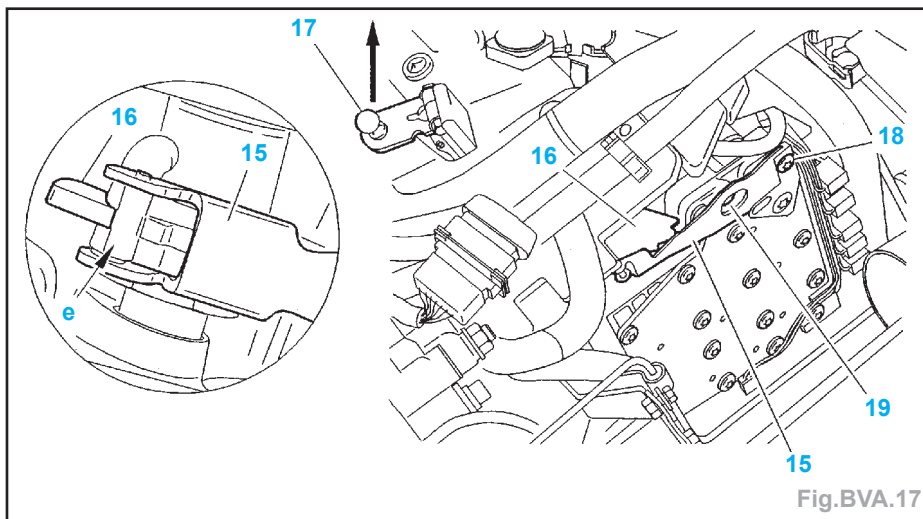
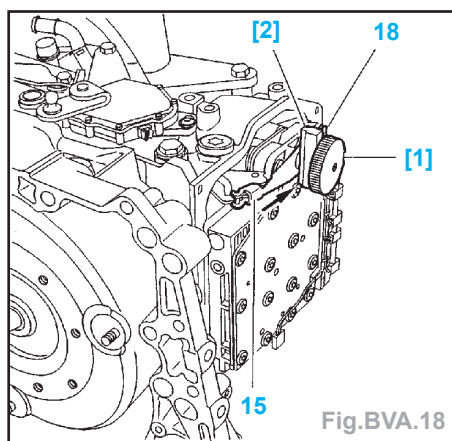

Fig.BVA.17
Fig.BVA.18
Impératif : Amener le levier (17) en position de butée mécanique vers l'arrière du véhicule (flèche). Maintenir ce levier à l'aide d'un collier plastique pendant la procédure de réglage (Fig.BVA.17).
- Desserrer la vis (18).
- Mettre le galet «e» de la lame (15) dans le cran position 2 du secteur cranté (16).
- Déposer la vis (19).
- Mettre l'outil [2] en appui sur la largeur de la lame (15) (Fig.BVA.18).
- Poser l'outil [1] en lieu et place de la vis (19).
- Pousser la lame (15) dans le sens de la flèche et bloquer l'ensemble à l'aide de l'outil [1].
- Serrer la vis (18) à **0,9 ± 0,09 daN.m**.